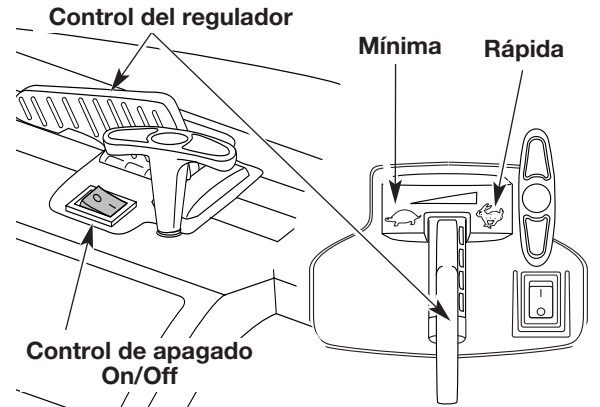

Fig. 10
4. Ponga la unidad en la posición de arranque (Fig. 12 o Fig. 13). Coloque el control del regulador en la posición de **RÁPIDA** (↻) (Fig.10).